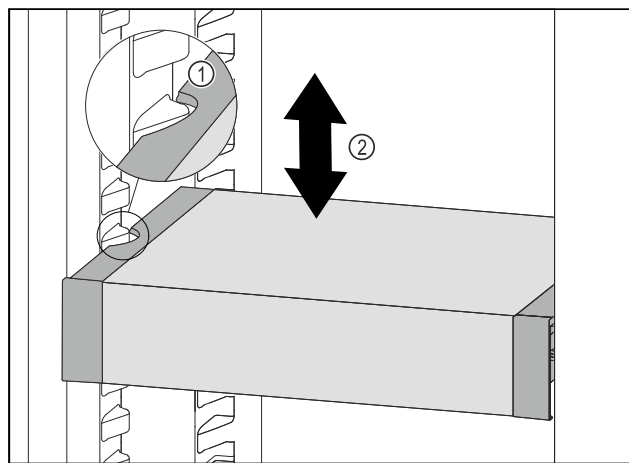

Fig. 98
- Тяните VarioSafe вперед, пока боковые выемки VarioSafe не окажутся на высоте выступа резервуара в холодильном отделении. Fig. 98 (1)
- ▶ Двигайте VarioSafe в холодильном отделении вверх или вниз, пока не будет достигнута требуемая высота. Fig. 98 (2)